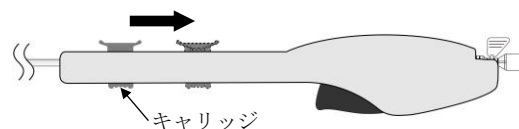
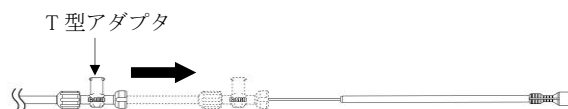

図 11-1
図 11-2
- 8)アウターシース及び T 型アダプタが術者の方向に引き戻されることにより、留置する適切な位置でステントが徐々に展開される(図 11-1、図 11-2)。